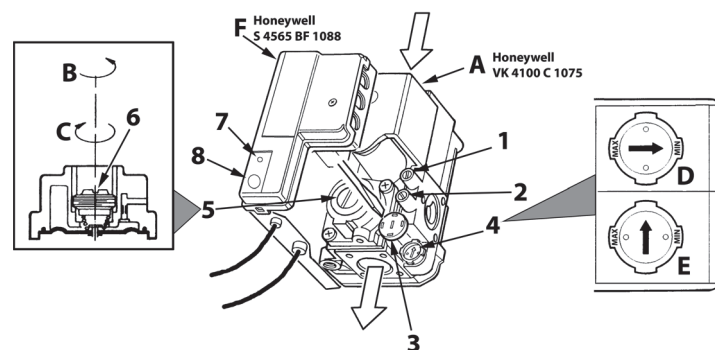

fig. 6 - Regolazione della pressione
- Togliere dalla valvola gas il piccolo cappuccio di protezione 3 (fig. 6). Con un piccolo cacciavite regolare lo "STEP" d'accensione per il gas desiderato (G20-G25 posizione D fig. 6 oppure G30-G31 posizione E fig. 6); rimettere quindi il cappuccio.